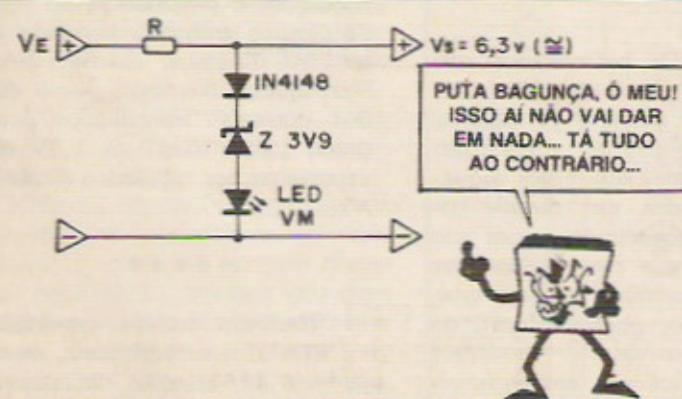

Fig. 5
- FIG. 5 - Lembram-se daquele "truque doido" exemplificado na figura 3, lá atrás...? Pois bem... Nada impede que a "maluquice" vá até o cabo. Podemos "empilhar" zeners "de verdade", mais LEDs, mais diodos comuns, e ainda assim obter um verdadeiro efeito de regulação, somando a tensão de referência do zener com as quedas de tensão intrínsecas dos diodos e LEDs! Nunca esquecendo que enquanto o zener "trabalha" sob polarização inversa, LEDs e diodos estabelecem sua tensão de referência sob polarização direta, e também lembrando que todos os limites de potência/corrente devem ser sempre respeitados, podemos calcular "R" para a função, sem grandes "galhos"... No caso do diagrama/exemplo (pode ser "maluco"... mas funciona...) teríamos uma Vs de 6,3V, considerando os 3,9V do zener, mais 0,6V do IN4148 e mais 1,8V do LED...